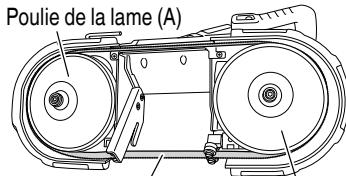

Fig. 18
- En tenant la lame de scie à ruban en place, tournez le levier de tension dans le sens du serrage et fixez la lame de scie à ruban. (Fig. 18)